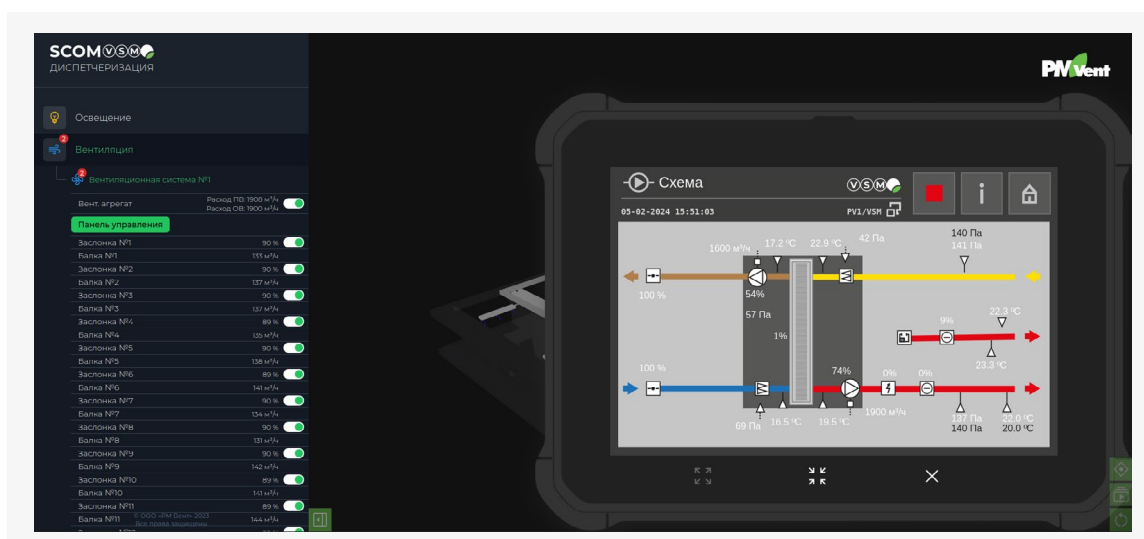

Рисунок 35. Страница «3D — модель». Панель управления
2. Кнопка для увеличения масштаба панели управления (см. рисунок 35).